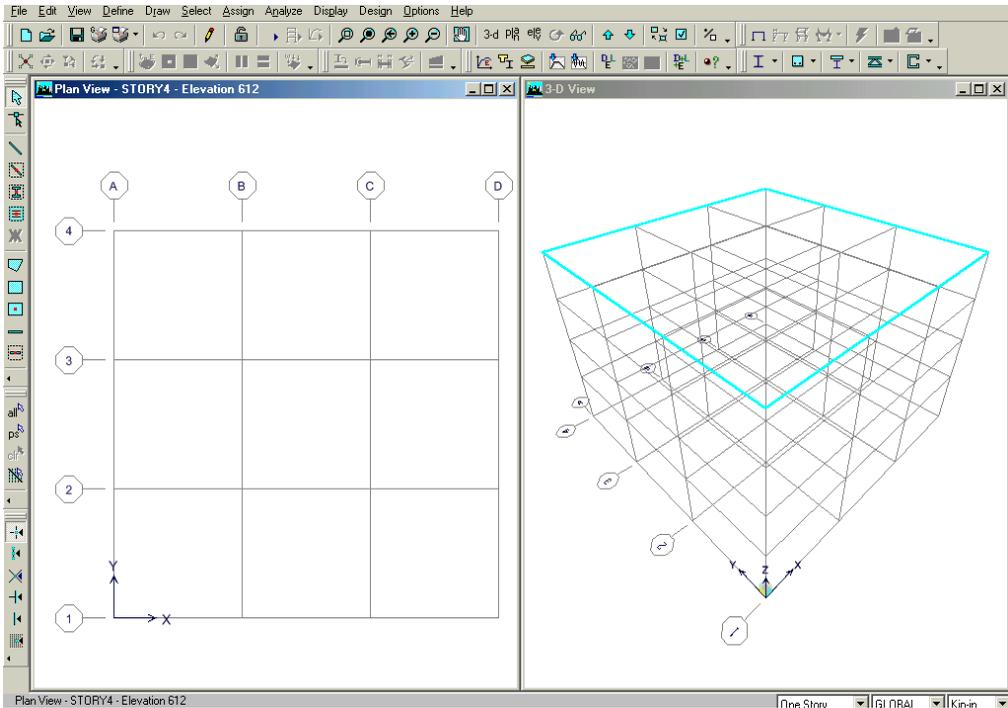

Figura 4
Cuando usted haga clic en el botón **Ok**, su modelo aparece en la ventana principal de ETABS con dos sub ventanas verticales, en la ventana de la izquierda aparece una vista en planta y en la ventana de la derecha una vista en 3D, como lo mostrado en la Figura 4. El número de sub ventanas pueden ser cambiadas usando el comando **Options Menu > Windows**.
Note que la vista en Planta esta activa en la figura 4. Cuando la ventana esta activa, la barra de titulo esta resaltada. Fije una ventana activa clickeando en cualquier lugar de la ventana a activar. Si usted cambia las vistas de las ventanas, regrese a las descritas por defecto en el párrafo anterior con activar **Plan View**, antes de continuar con el siguiente paso de este manual.
Asegúrese que la ventana Plan View este activa. Para hacer una ventana activa, mover el cursor, o la flecha del mouse, sobre la lista y hacer click con el botón izquierdo del mouse. Cuando la vista esta activa, la barra de titulo esta resaltada. La localización de la barra de titulo esta indicada en la Figura 4.
- A. Hacer clic en la caja de dialogo en la que se lee “*One Story*” en la parte inferior derecha de la ventana principal, la cual es mostrada en la figura 4.